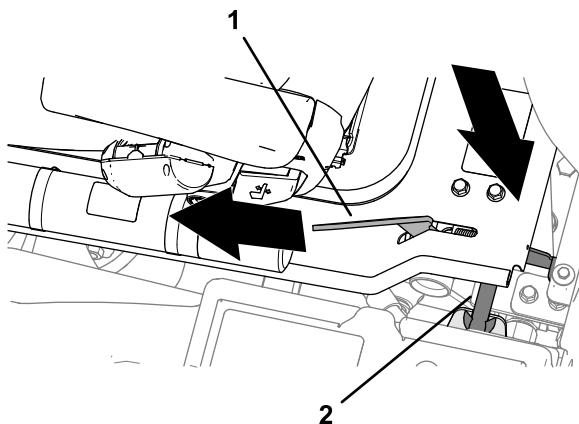

Figura 43
2. Quando a plataforma se aproxima da posição totalmente descida, mova o manípulo de fecho da plataforma (Figura 43) para a frente da máquina.